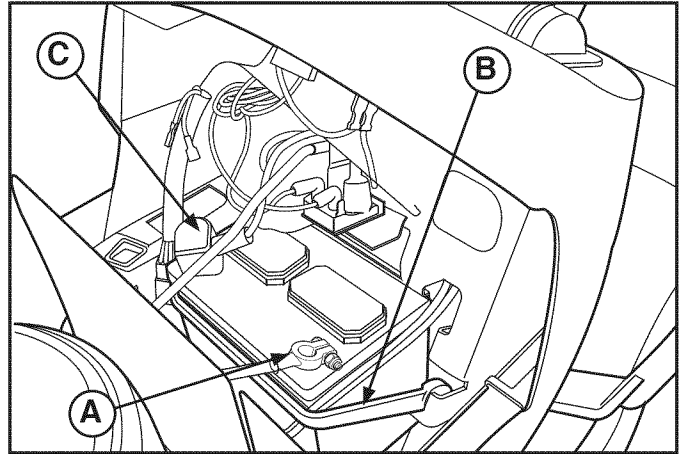

FIGURA 8
1. Desconecte los cables de la batería, primero el cable negativo (**A**, Figura 8).